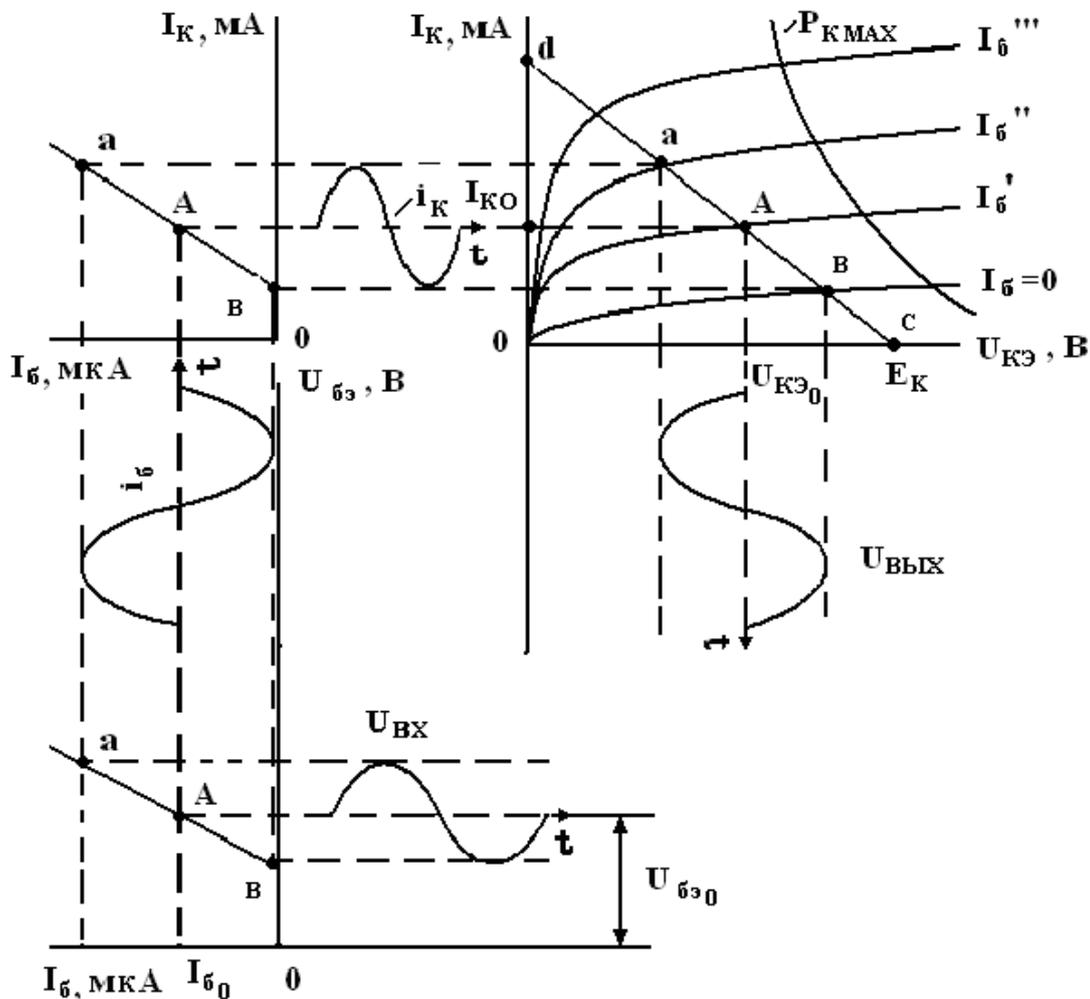

Рис. 2. Выбор рабочей точки.
- 2.1. Изобразить семейство выходных и входных (при $U_{кэ} = 5В$) характеристики заданного транзистора как показано на рис. 2.
Для этого использовать две точки (“d” и “c”) на выходных характеристиках транзистора (рис. 2):
$I_{k \max}$, и $P_{k \max}$ и обеспечить достаточно протяженный линейный участок переходной характеристики (см. рис. 2)
- 2.6. По точкам пересечения линии нагрузки с выходными характеристиками построить переходную характеристику транзистора $I_k = f(I_b)$ (см. рис. 2)
3.1. Определить пределы изменения амплитуд входного тока и напряжения, выходного тока и напряжения в линейном режиме работы усилителя. Найти: $I_{бм}$, $I_{км}$, $U_{бэм}$, $U_{кэм}$ (см. рис. 2)
Переходные характеристики транзистора $I_{к} = f(I_{\bar{6}})$ (см. рис. 2) строят по пересечению линии нагрузки с выходными характеристиками транзистора. Для Вашего транзистора этих пересечений будет более 3-х.